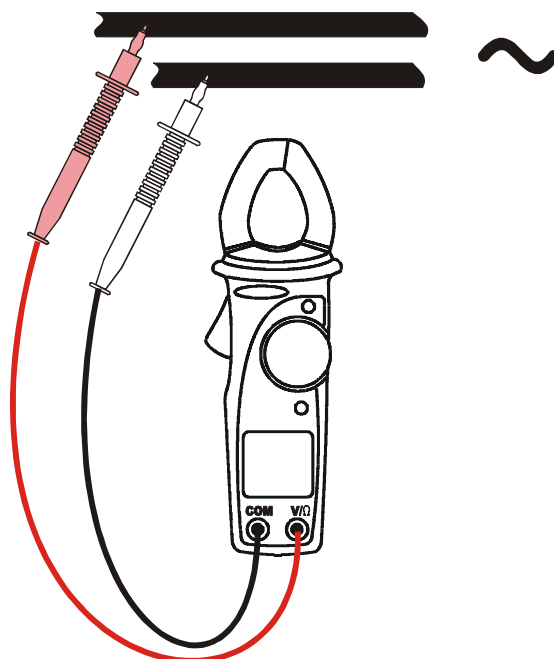

Fig. 4: Uso del instrumento en la medida de tensión CA.
2. Inserte el cable rojo en el terminal de entrada V/Ω y el cable negro en el terminal de entrada COM, como visualizado en Fig. 4.